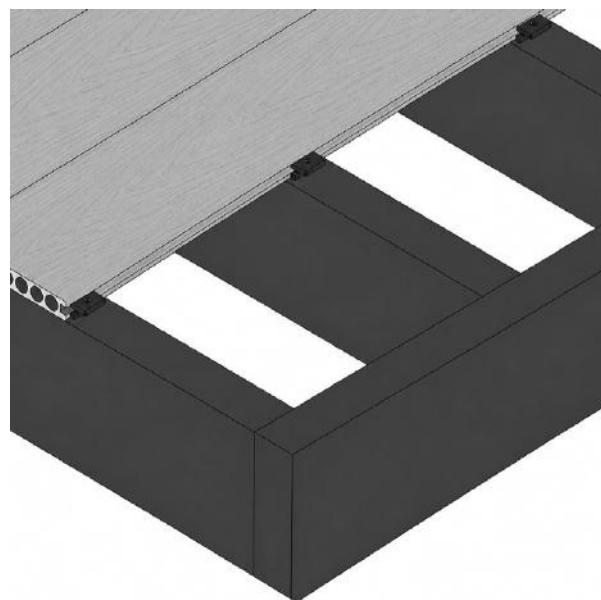

FIG. 7 - HERHAAL TOTDAT DE LAATSTE TWEE PLANKEN OVERRIJVEN
- 06 Herhaal stappen 2-5 totdat u de laatste 2 planken hebt bereikt (fig. 7). De laatste plank kan op 1 van 2 manieren worden bevestigd, beschreven in het volgende hoofdstuk.